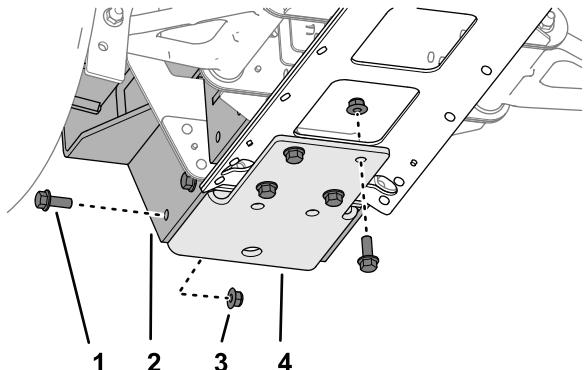
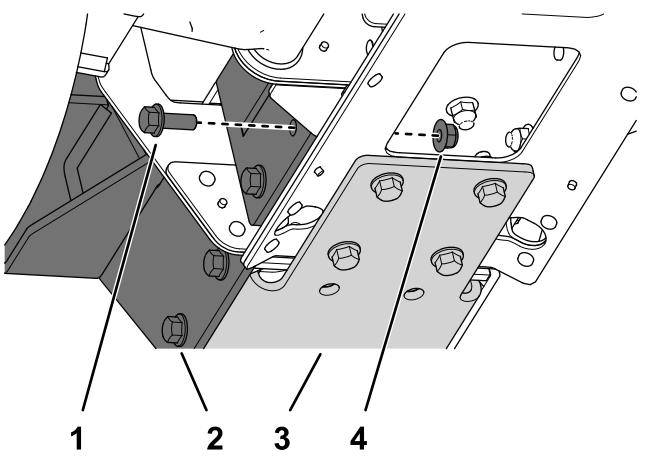
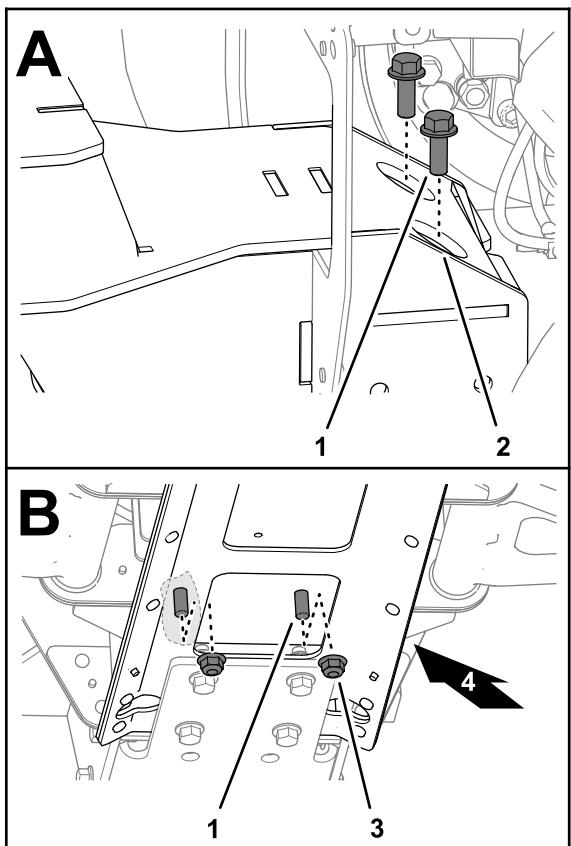

Bild 57
Bild 58
Bild 59
1. Montieren Sie die Befestigung für den Ballaufnehmer und die untere Halterung mit 14 Bundbolzen ($\frac{3}{8}$ " x 1") und 14 Sicherungsbundmuttern ($\frac{3}{8}$ ") am vorderen Rahmenkanal und an der mittleren Kanalplatte (Bild 57, Bild 58 und Bild 59).